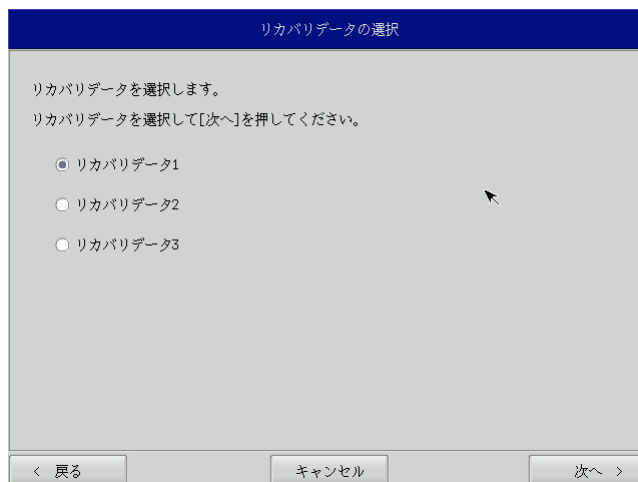

図 5-3-1. リカバリデータ選択画面
- ⑤ リカバリデータ選択画面（図 5-3-1）が表示されます。製品に合わせてリカバリデータを選択し、[次へ]ボタンを押します。表 5-3-1 に AP シリーズで選択できるリカバリデータを示します。